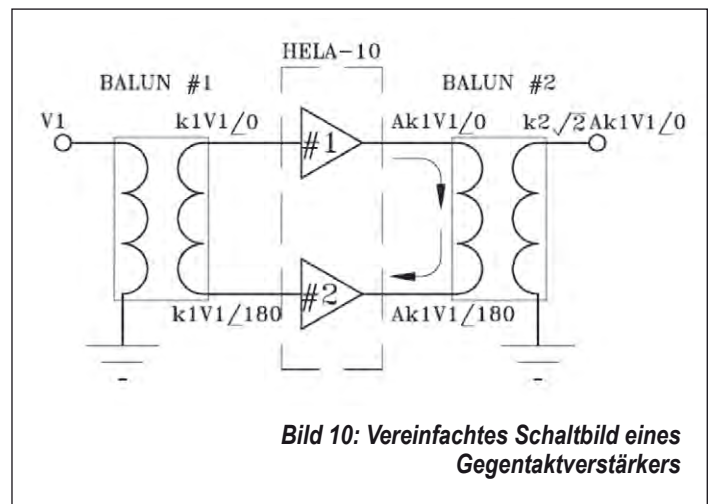

Bild 10: Vereinfachtes Schaltbild eines Gegentaktverstärkers
Ein idealer Gegentaktverstärker kann die intern generierten Produkte auslöschen und die Signalqualität erhalten. Bild 10 zeigt ein vereinfachtes Schaltbild eines derartigen Verstärkers. Er besteht aus zwei Symmetriertransformatoren und zwei identischen Verstärkern. Wenn ein Signal auf den Eingang des ersten Baluns (Balun #1) gelegt wird, besteht das Ausgangssignal des Symmetriertransformators aus zwei Signalen gleicher Amplitude aber außer Phase. Diese Signale werden verstärkt und im Ausgangs-Balun (2) kombiniert.